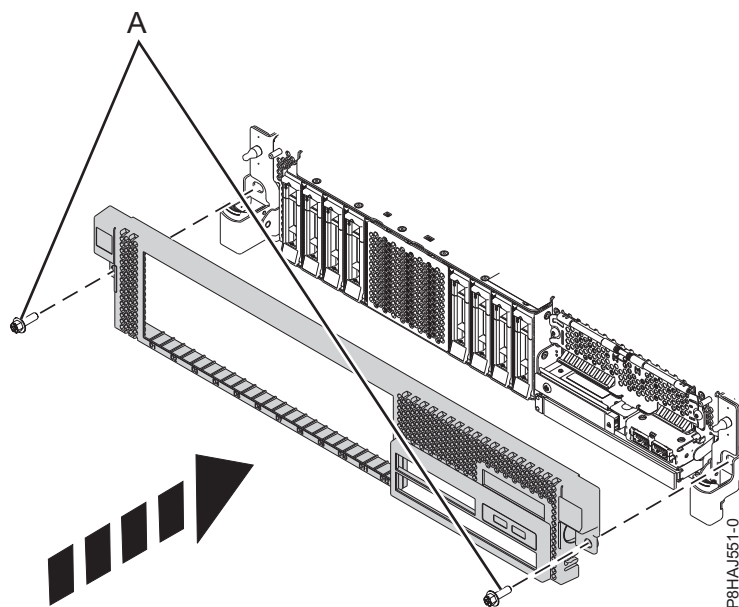

Abbildung 21. Vordere Abdeckung installieren
3. Schließen Sie die Entriegelungshebel, indem Sie diese in die in Abb. 21 auf Seite 41 angezeigte Richtung drücken. Die Abdeckung schnappt ein und weist eine Vertiefung auf, an der Sie sie leichter festhalten können.
4. Tauschen Sie die Transportschrauben aus (A).